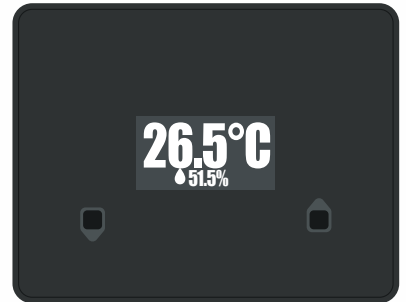
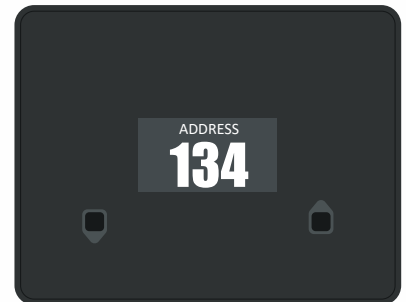

Abb. 1
Abb. 2
- Warten Sie ca. 2 Minuten, bis die Fühler offline sind (Abb. 1).
- Nach der Identifizierung des Untermenüs ADRESSE (Abb. 2) drücken Sie die Taste NACH OBEN oder NACH UNTEN, um die Fühleradresse zu ändern.
- Warten Sie nach Abschluss der Adressänderung einige Sekunden, bis der Raumfühler zum Offline-Betriebsbildschirm zurückkehrt (Abb. 1).
- 3 Warten Sie ca. 2 Minuten, bis die Fühler offline sind (Abb. 1).
- 6 Warten Sie nach Abschluss der Änderung der gewünschten Parameter einige Sekunden, bis der Raumfühler zum Offline-Betriebsbildschirm zurückkehrt (Abb. 1)
- Stellen Sie sicher, dass die Verbindungen zwischen der an der Maschine montierten BMS-Platine und den verschiedenen Peripheriegeräten (Touch-HCC-Bedienfeld, HCC-ROOM-Fühler, HCC-FLOOR-Platine) den in Tab. 1, Abb. 1 und Abb. 2 gezeigten Verbindungen entsprechen.